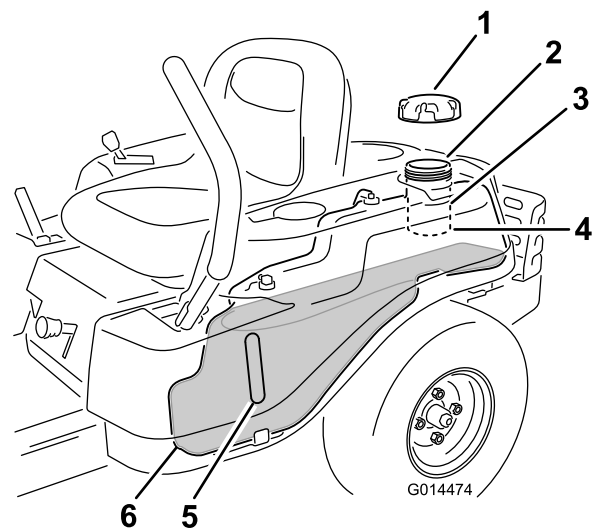

Figura 11
Nota: Puede utilizar la mirilla de combustible para verificar la presencia de gasolina antes de llenar el depósito (Figura 11).
2. **Añada gasolina sin plomo** lentamente (Figura 11) hasta que el combustible llegue a la base del cuello de llenado (0).